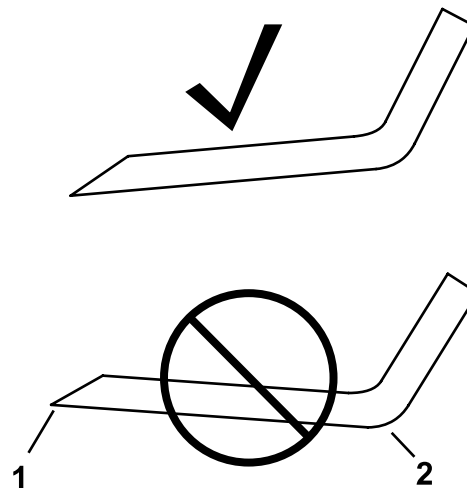

**図 74**
4. すべてのブレードについて、刃先を点検し、磨耗や欠けがある場合には研磨する。研磨は刃先の上面だけに行い、刃の元々の角度を変えないようにする **図 74**。